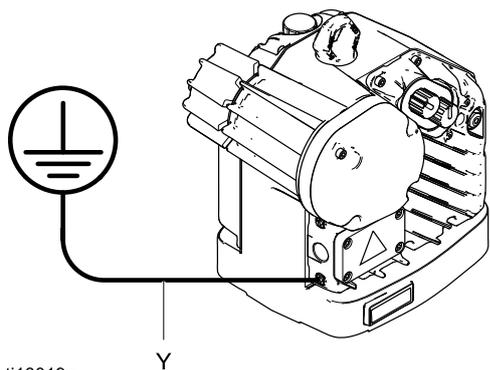

Figure 5 Fio terra
2. Fixe o fio de aterramento. Consulte a Fig. 5. Desaperte o parafuso de aterramento e fixe o fio de aterramento (Y, Graco peça 222011, não fornecido). Aperte o parafuso de aterramento de forma segura. Conecte o outro lado do cabo terra a um terra real.
Consulte a Fig. 5. Antes de utilizar o equipamento, abra a tampa de preenchimento (P) e adicione uma peça Graco n° 16W645 ISO 220 óleo sintético de transmissão sem silicone. Verifique o nível de óleo no visor de inspeção (K). Encha até ao nível do óleo chegar perto da metade do visor de inspeção. A capacidade de óleo é de cerca de 1,5 quartos (1,4 litros). **Não encha demasiado.**